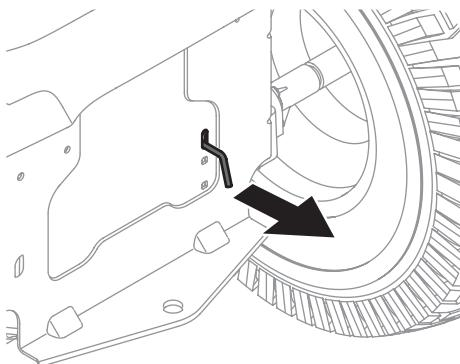

Figura 2-1
1. Acople las varillas de derivación de la transmisión para mover el tractor manualmente sin ponerlo en marcha. Las varillas de derivación de la transmisión están ubicadas en la parte trasera del tractor, sobre el chasis. Acople la varilla de derivación tirando hacia afuera. Vea la Figura 2-1.
2. Despues de mover el tractor, desacople la varilla de derivación empujando la varilla hacia adentro. Vea la Figura 2-1.